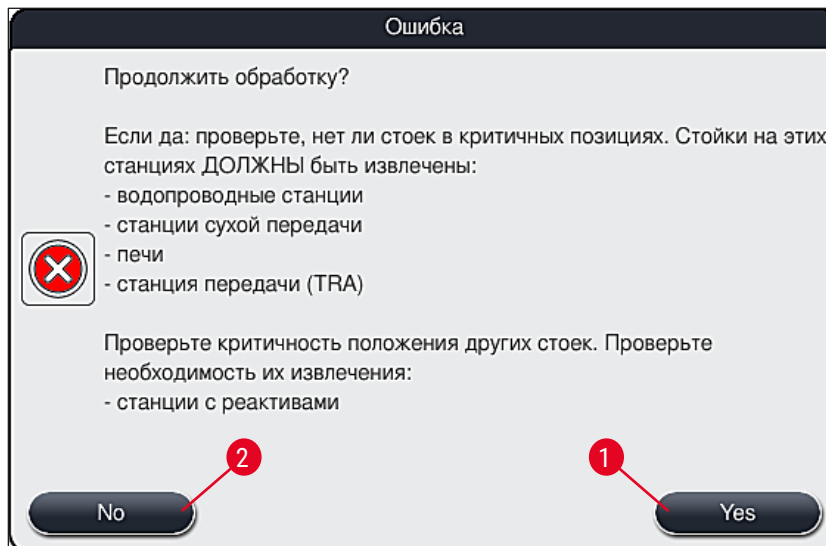

Рис. 110
4. После этого у пользователя появляется возможность выбора: возобновить (→ с. 145 – 8.2.2 Восстановление процесса окрашивания после нарушения подачи питания) или, напротив, отменить процесс окрашивания (→ с. 146 – 8.2.3 Отмена всех процессов окрашивания после нарушения подачи питания) (→ "Рис. 110").
2. Извлеките критические штативы из прибора в соответствии с предыдущим информационным сообщением (→ "Рис. 110") и подтвердите извлечение, нажав на соответствующую станцию (→ "Рис. 111-1") на экране.
Отмену процесс окрашивания и возвращение в предыдущее меню выбора (→ "Рис. 110") можно отменить нажатием кнопки **Отмена** (→ "Рис. 112-2").